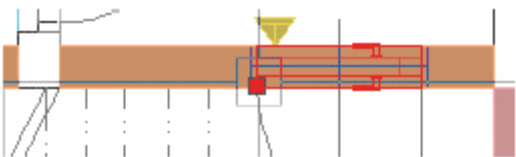

Рис. 2.2-2
2. Также как у окна, задайте дверь в правую верхнюю стену помещения 101 (стена типа *SN*). Переместите крестовидный курсор над стеной. При движении курсора над стеной в ней появятся задаваемые двери. Переместите курсор таким образом, чтобы закрепить левую нижнюю точку дверной коробки на плане. (Закрепление точки сигнализируется появлением красного кубика на ее месте – рис. 2.2-2).